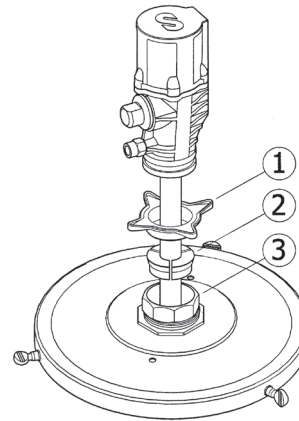

Рис. 2
Данные насосы должны устанавливаться на емкостях, закрываемых крышками, которые снабжаются пробкой 2». Ослабить звездообразную гайку (1) переходника пробки, чтобы снять нижнюю гайку, и вернуть ее в отверстие крышки, отведенное под пробку 2». Закрепить на всасывающем патрубке звездообразную гайку (1) и три зажима (2). Опустить насос через отверстие и закрепить его на требуемой высоте (рис. 2). Закрепить крышку на емкости.